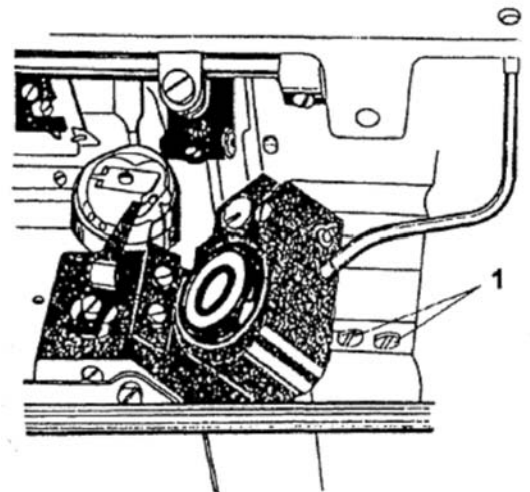

Fig. 14
21. Регулировка позиции игловодителя по отношению к позиции челночного вала. (рис. 14,15)
После проведения основных регулировок механизмов швейной машины следует проверить вертикальную позицию игловодителя по отношению к челночному валу. Ось челночного вала смещена влево от оси игловодителя. Для того чтобы отрегулировать ослабьте два винта (1) рис. 14, обеспечивающий связующее соединение между платформой и корпусом передачи челнока. В верхней позиции коробка передач челнока находится в прямом контакте с выступом пластины платформы машины. Зафиксируйте позицию коробки передач челнока посредством затягивания двух винтов (1).